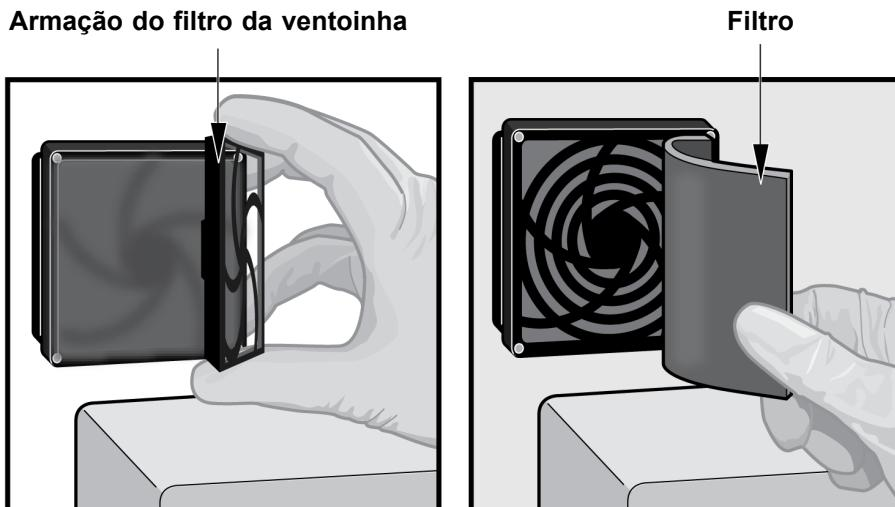

Figura 9-19. Remover a armação do filtro da ventoinha
Limpe os filtros da ventoinha semanalmente ou com maior frequência se necessário. O GeneXpert GX-XVI R1 tem quatro filtros das ventoinhas. Os filtros das ventoinhas encontram-se na parte traseira do GX-XVI R1. Ver Figura 9-19. Os materiais necessários para o procedimento são os seguintes:
4. Retire cuidadosamente a protecção do filtro da ventoinha da respectiva armação (consultar figura 9-19) e coloque-a de lado durante o restante processo de remoção e limpeza do filtro.
5. Retire o(s) filtro(s) sujo(s) para limpar. Consulte a figura 9-19.